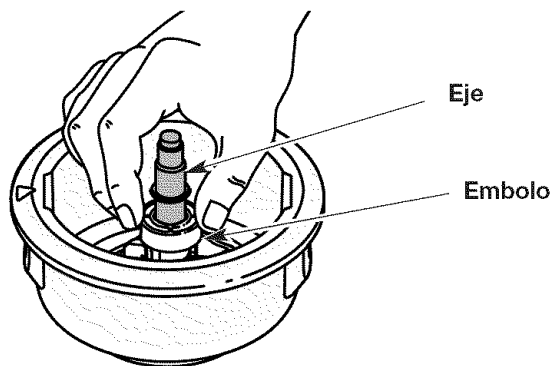

Fig. 23
4. Limpie el eje y la superficie interior del bastidor del carrete. Para limpiar el eje debajo del émbolo, oprima el émbolo hacia abajo (Fig. 23). Saque toda la suciedad y el escombros del eje.